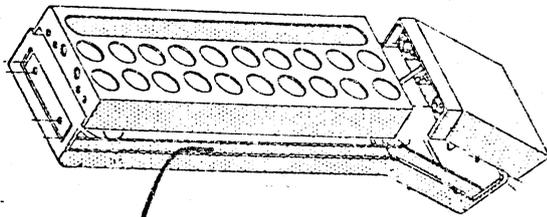

Fig. 2.
2. Når mikrotelefonen har været adskilt for service og igen skal samles, skal folieafskærmningen ligge ud over underpartens fals, som vist på skitse, fig. 2.